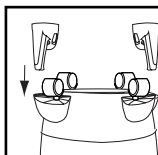

FIGURA 8
8. Con el drenaje del depósito hacia usted, fije el sujetador de la manguera A al pie de la ruedita A, y el sujetador de la manguera B al pie de la ruedita B. **FIGURA 8**.